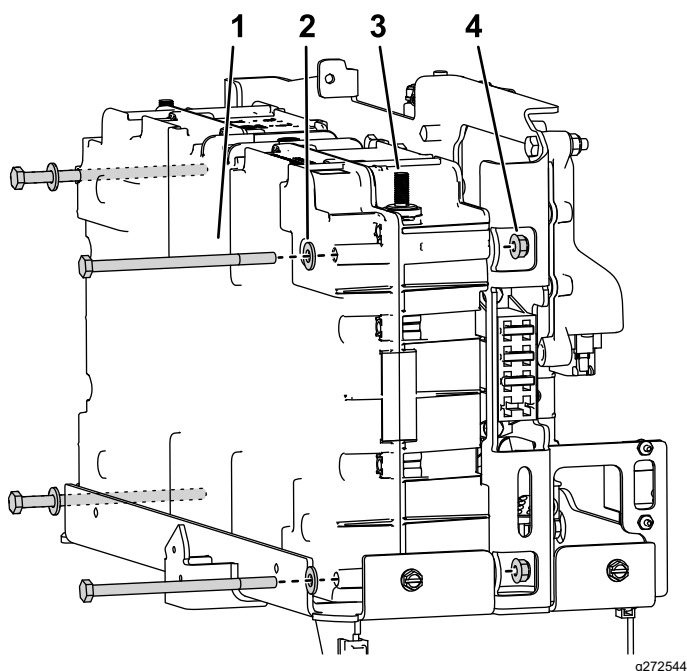

Figura 8
3. Aezai bateria pe suportul bateriei i instalezi componentele aa cum se arată în Figura 8.